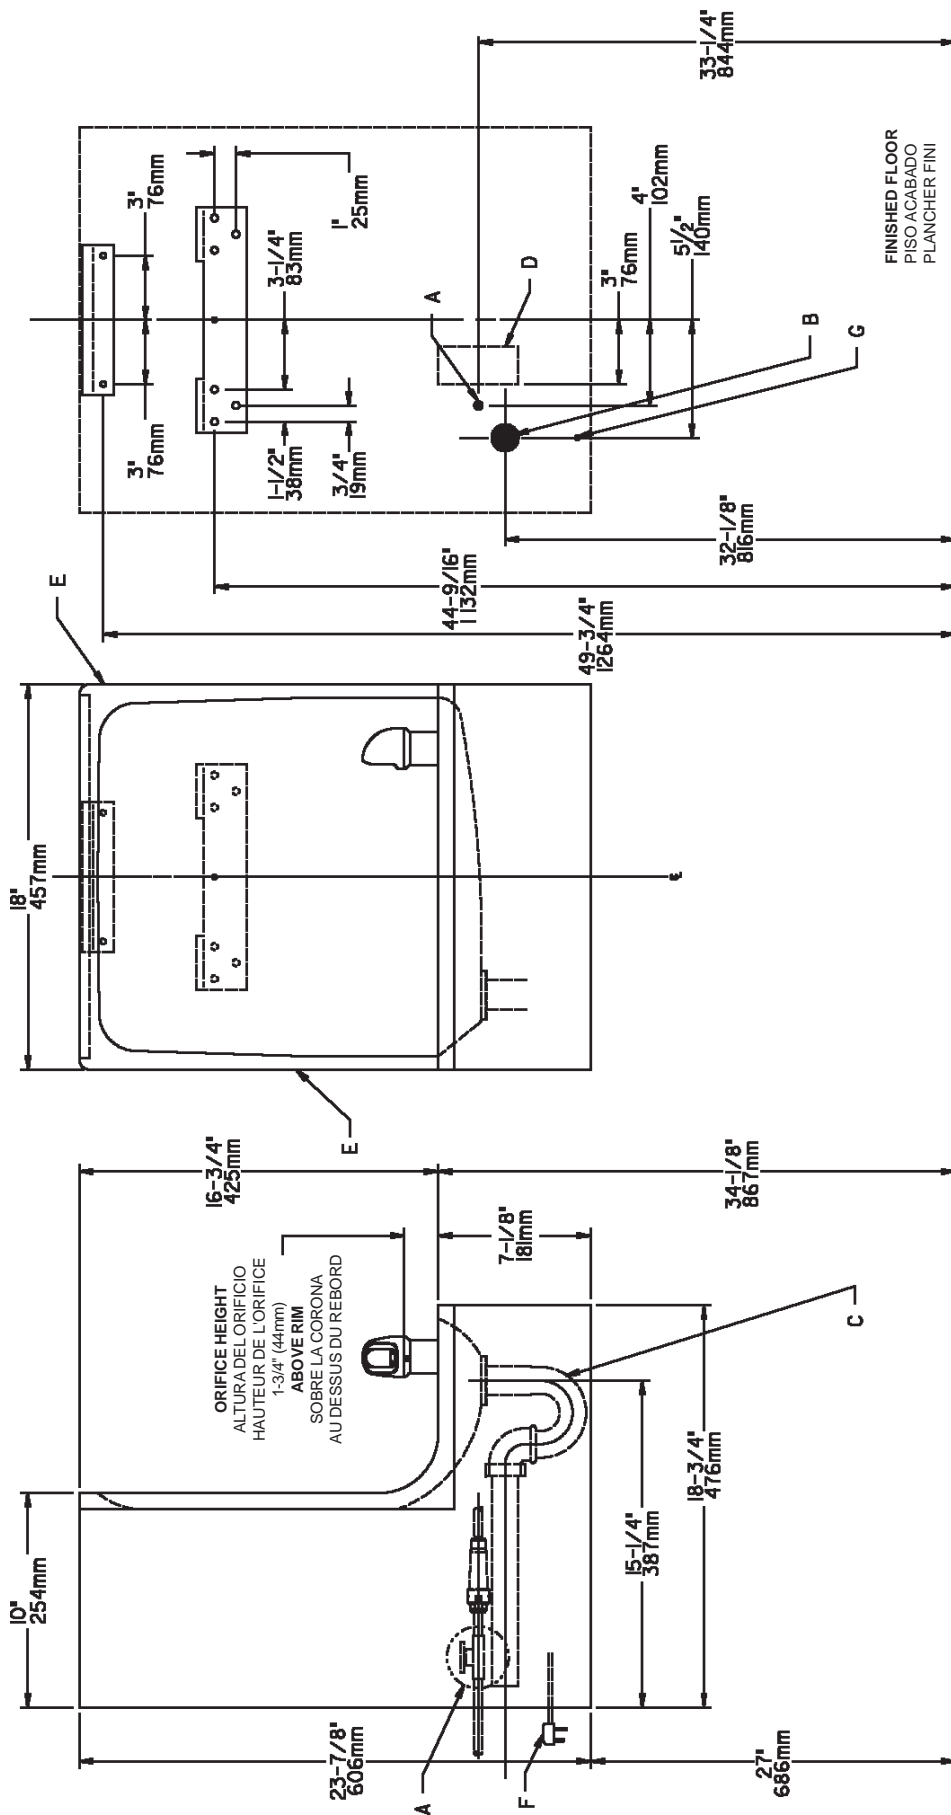

FIG. 3
- 2) Mount the hanger brackets and trap as shown in Figure 3.
- 2) Monte los fijadores de suspensión y quite el purgador como se muestra en la Fig.3.
- 2) Installez les supports et le siphon tel qu'indiqué à la fig. 3.